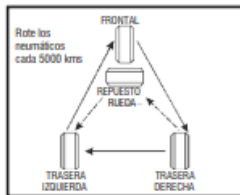

Fig. 29
ROTACIÓN DEL NEUMÁTICO (Consulte Fig. 29)
- Rote los neumáticos (Consulte la **Fig. 29**)